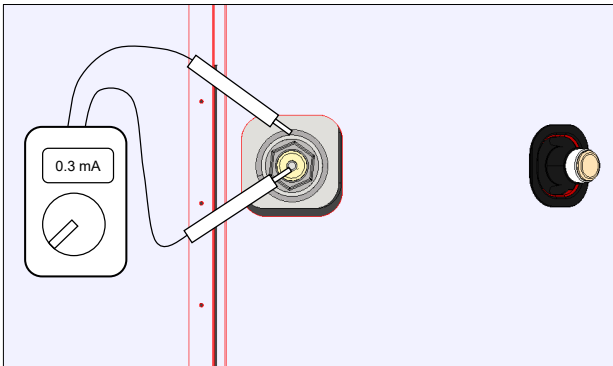

Abbildung 21 - Anodensteuerung.
- 3) Trennen Sie die Verkabelung zwischen Anode und Tank (Abbildung 21).